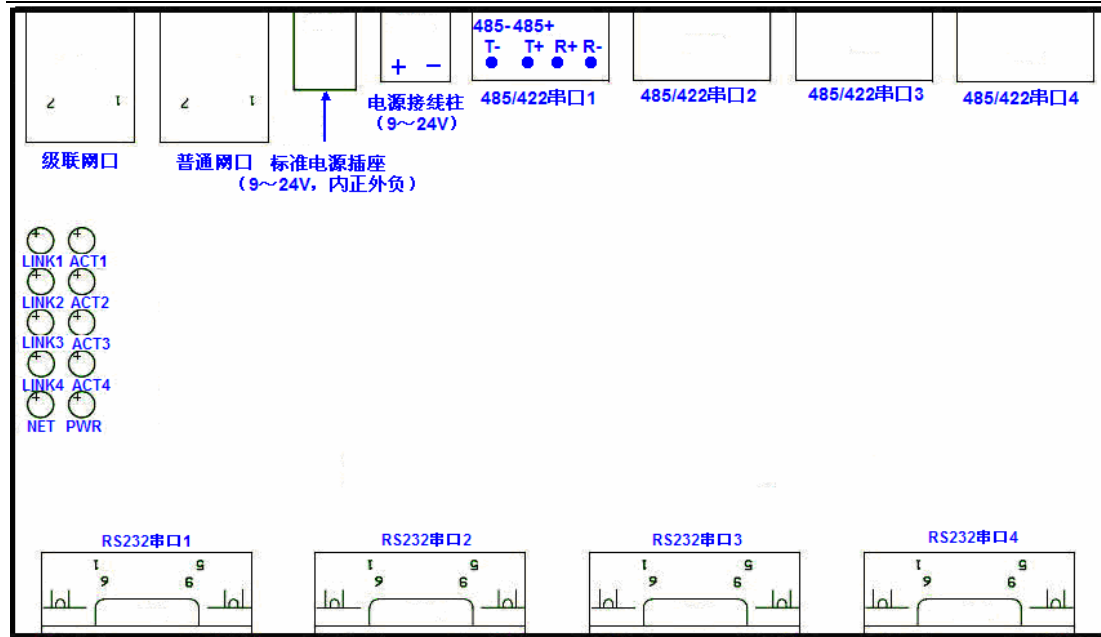

图 3 ZLAN5400 正面图
ZLAN5400 的正视图如图 3 所示。
- a) 485/422 串口：作为 485 使用时只需连接其中的 2 根线，作为 422 使用时，应连接 4 根线。线序如图 3 所示。